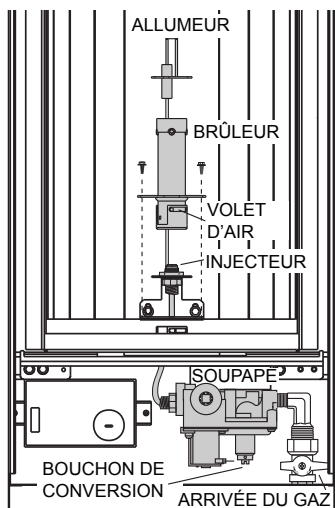

FIGURE 2
4. Retirez le brûleur. (FIGURE 2)
7. À l'aide d'une clé de 7/16", retirez l'injecteur et remplacez-le par celui fourni (FIGURE 2)